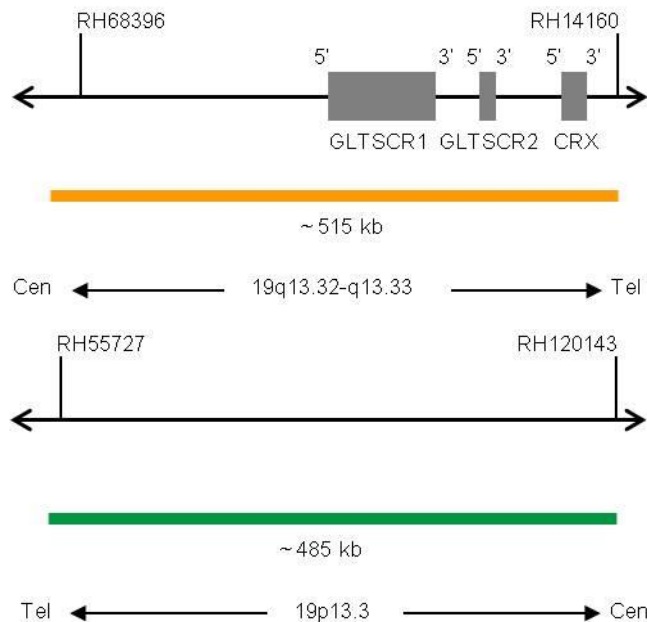

Fig. 1: Em cima: Mapa de sondas SPEC 19q13, em baixo: Mapa de sondas SPEC 19p13 (não à escala)
- Polinucleótidos marcados com ZyOrange (excitação 547 nm/emissão 572 nm) (~1,5 ng/μl), que visam sequências mapeadas em 19q13.32-q13.33* (chr19:47,857,776-48,374,564) (ver Fig. 1).
- Polinucleótidos marcados com ZyGreen (excitação 503 nm/emissão 528 nm) (~10,0 ng/μl), que visam sequências mapeadas em 19p13.3* (chr19:658,555-1,144,465) (ver Fig. 1).